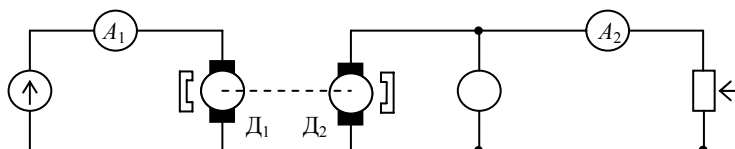

Рис. 11.2
- б) собрать схему, показанную на рис. 11.2, включить питание;